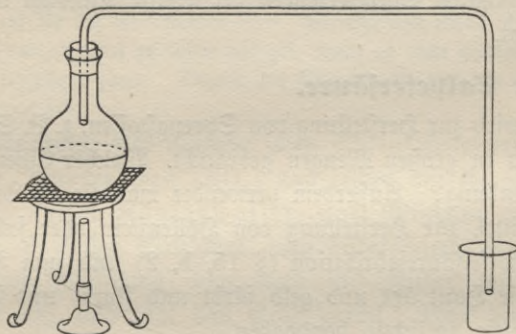

Fig. 34. Leuchtender Wasserdampf.
**Versuch 3** (Fig. 34): Fülle einen ungefähr 1 l fassenden Kochkolben zur Hälfte mit Wasser, wirf ein erbsengroßes Stück Phosphor hinein, setze mit-